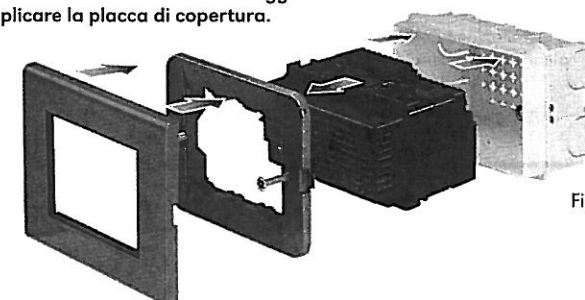

Fig. 7
- Inserire il rivelatore nella parte del telaio come illustrato nella Fig. 7.